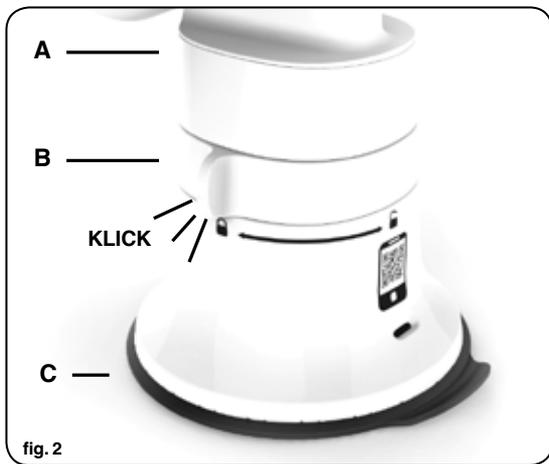

fig. 2
3. För att fästa foten i arbetsbänken och låsa fast överdelen i sugfoten, vrid ringen (B) i låst läge  tills du hört ett klickande ljud. Kontrollera att alla delar sitter ihop ordentligt (fig. 2).